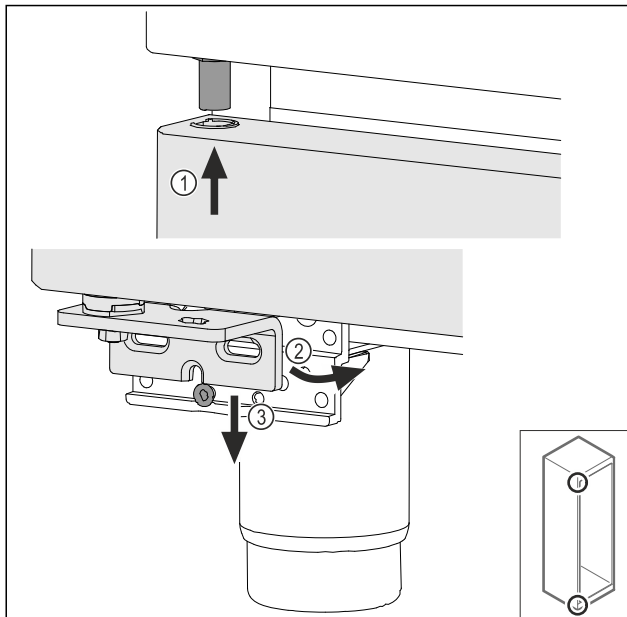

Fig. 74
- ▶ Pange uks veidi kallutatult sisse Fig. 74 (1), joondage uks sirgelt välja Fig. 74 (2) ja asetage all laagripuki poldile Fig. 74 (3).